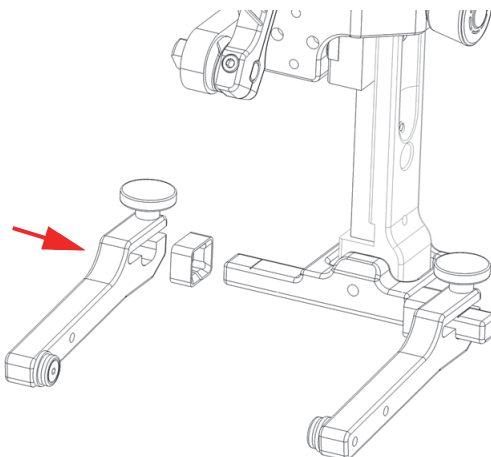

Figura 2-16 Rimontaggio dei bracci della staffa
3. Fare scorrere nuovamente i bracci della staffa nella traversa rotante della staffa e bloccarli in posizione mediante le viti prigioniere dei bracci della staffa (Figura 2-16 a pagina 52).